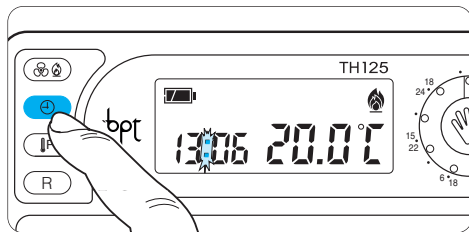

Fig. 19
5.5 - Premere il pulsante \oplus per terminare la procedura dell'impostazione (fig. 19).